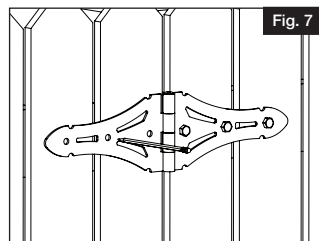

Fig. 7
- Mark screw locations on post (Fig. 7).
- Marquer l'emplacement des vis sur le poteau (Fig. 7).
- Marque la ubicación de los tornillos en el poste (Fig. 7).